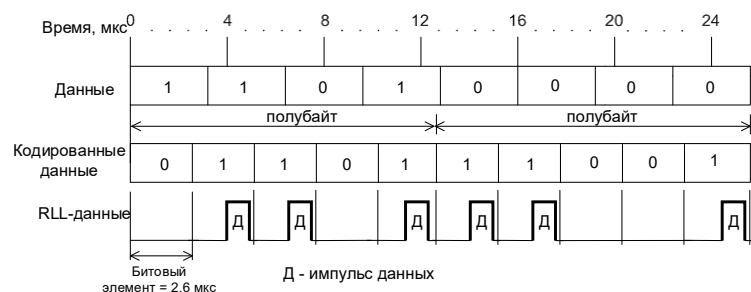

Рисунок 1.3 – Запись с групповым кодированием (RLL)
**Принцип RLL** (рисунок 1.3): каждый байт поступающих данных разделяется на два полубайта, а затем полубайты кодируются специальным 5-разрядным кодом, отличающимся тем, что каждое число в нем содержит по меньшей мере одну переменную направления потока. При считывании каждые две 5-разрядные кодовые группы переводятся обратно в двоичные полубайты, объединяются и передаются в виде полного байта.